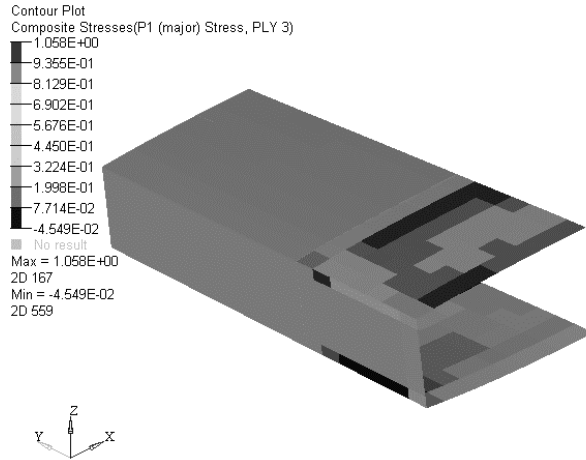

图 8-15 全局第 3 层主应力云图
(1) 当命令窗口出现消息 Process completed successfully 后，单击 RADIOSS 中的绿色 HyperView 按钮，结果将自动载入。HyperView 出现信息窗口，提示模型和结果文件已经成功载入 HyperView。
- (2) 单击 Close 按钮关闭信息窗口。
- (3) 单击 Contour 面板工具栏 () 按钮。
- (4) 单击 Result type: 下面的第一个开关并选择 Composite Stresses (s)。
- (5) 单击第二个开关并选择 P1 (major) Stress。
- (6) 在 Entity with layers 选择 PLY 3。
- (7) 在 Averaging method: 下面区域选择 None。
- (8) 单击 Apply 按钮。此时会标明模型所有组件的第 3 层最大主应力位置。
- (9) 单击  查看模型，如图 8-15 所示。